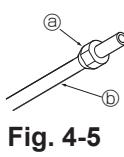

Fig. 4-5
4.2.3. Mutter aufsetzen (Fig. 4-5)